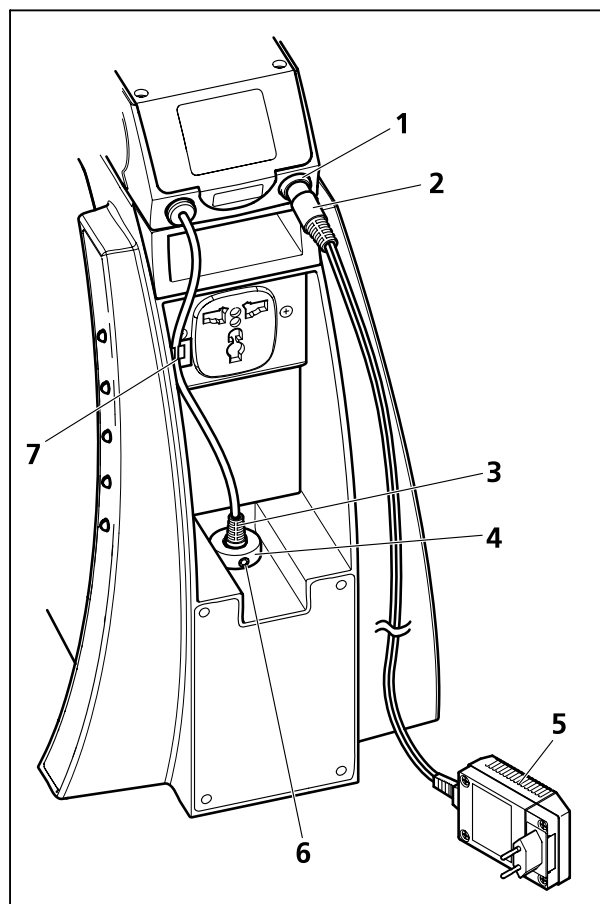

Figura 9 Conectar a unidade de alimentação
- Afrouxar o parafuso sem cabeça, situado no lado traseiro do aparelho (Figura 9/6), e retirar a ficha (Figura 9/2) do adaptador de alimentação (Figura 9/5) e inseri-la na tomada de conexão (Figura 9/1) do módulo de luz refletida.
- Inserir a ficha (Figura 9/3) do módulo de luz refletida na tomada de conexão (Figura 9/4) no estativo e apertar o parafuso sem cabeça (Figura 9/6).
- Fixar o cabo do módulo de luz refletida, inserindo-o no suporte de cabos (Figura 9/7).